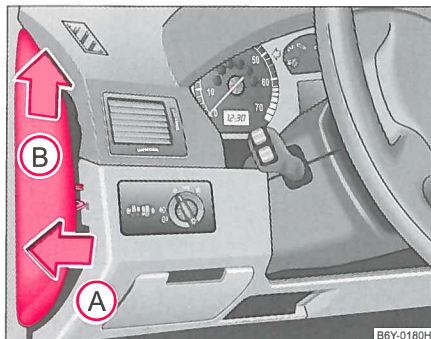

Fig. 167 Instrumentbrættets venstre side: Afdækning
- Sæt skruetrækkeren under dækslet (ved udsnittet i dækslet), tag det forsigtigt af i pileretningen (A) og tag det af imod pileretningen (B) ⇒ fig. 167.
- Skyd først dækslet ind i instrumentbrættet i pileretningen (A) og tryk dækslet imod pileretningen (B) således, at styrenæsen falder i hak i instrumentbrættets åbning.